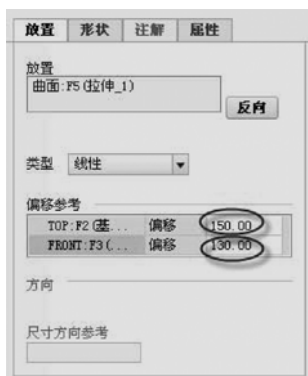

图 4-9 选定偏移参照并设置其偏移距离
- 5 在“放置”面板的“偏移参考”收集器框中单击，将其激活，接着选择“TOP（基准平面）”作为第一个偏移参照，并设置其偏移距离为“150”，按住〈Ctrl〉键的同时选择“FRONT（基准平面）”作为第二个偏移参照，并设置其偏移距离为“130”，如图 4-9 所示。